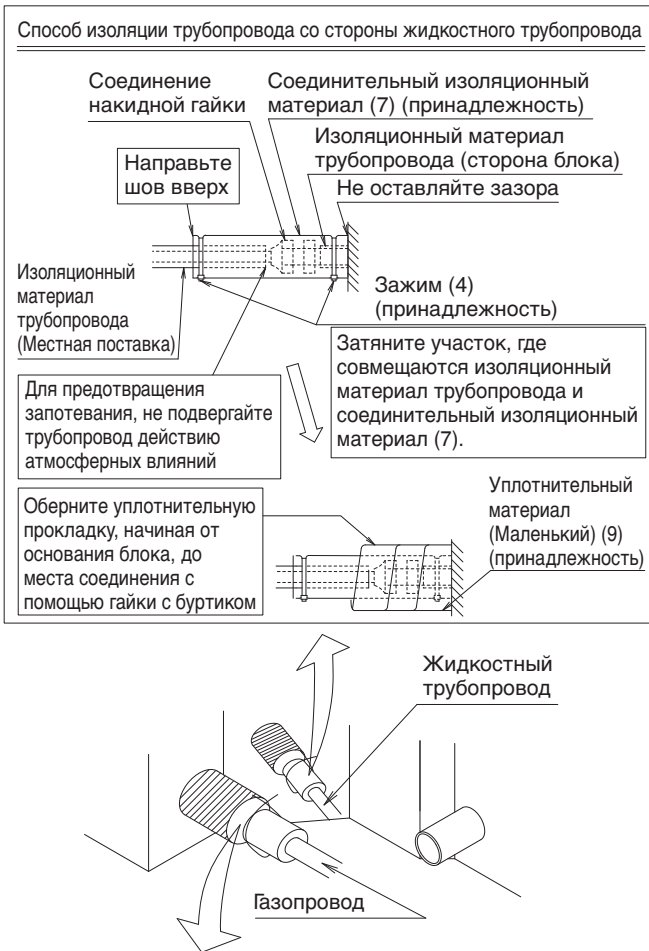

Рис. 22
- После проверки на предмет протечки, см. **рис. 22**, изолируйте соединение газового и жидкостного трубопровода с помощью прилагаемого соединительного изоляционного материала (6) и (7), чтобы предотвратить воздействие на трубопровод. Затем зафиксируйте оба конца изоляционного материала зажимом (4).